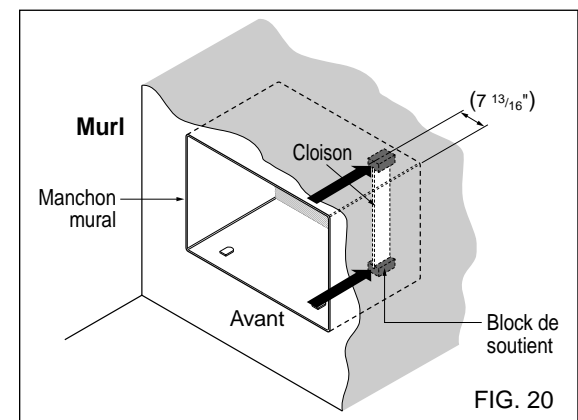

FIG. 20
- 6** Retirez le dos des blocs de support attachez-les à l'intérieur du manchon comme montré à la FIG 20. Glissez le cloison dans des fentes de blocs de soutien.